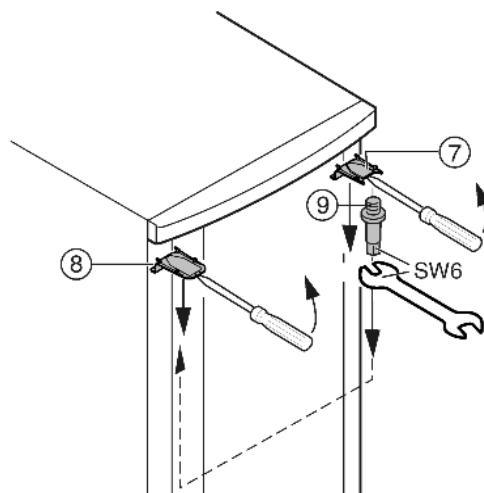

Fig. 7
- ▶ Odstraňte kryt Fig. 7 (7) a kryt Fig. 7 (8) šroubovákem vpředu uvolněte ze západek a odstraňte pohybem šikmo směrem dolů.
- ▶ Vyšroubujte ložiskové čepy Fig. 7 (9) a na protější straně zašroubujte silou (**4 Nm**).
- ▶ Namontujte opět kryt Fig. 7 (7) na straně ložiskového čepu: vzadu nasadte, vpředu nechte zaskočit do západek.
- ▶ Namontujte opět kryt Fig. 7 (8) na protější straně: vzadu nasadte, vpředu nechte zaskočit do západek.
- ▶ Zavěste dveře nahoře do ložiskového čepu Fig. 7 (9).